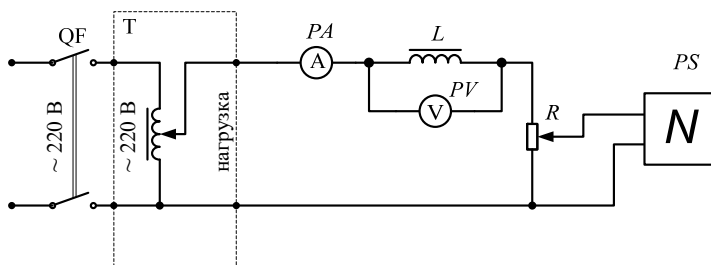

Рис. 9.1. Электрическая схема исследуемой цепи
Исследуемая катушка индуктивности и реостат подключаются к выходным зажимам лабораторного автотрансформатора T (рис. 9.1). Входные зажимы автотрансформатора подключаются к автоматическому выключателю QF . С помощью вольтметра PV и амперметра PA контролируются режимы работы катушки индуктивности. Напряжение на активном сопротивлении R повторяет форму тока в цепи, поэтому для наблюдения исследования формы тока осциллограф PS подключается к его зажимам.
2. Собрать электрическую цепь, соответствующую схеме замещения (рис. 9.1), и показать её преподавателю или лаборанту.